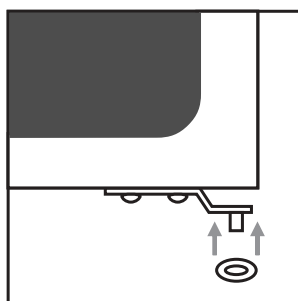

fig. 7c
- Deur opnieuw insteken op onderscharnier. Plaats het ringetje tussen scharnier en scharnierhouder (zie fig. 7c).